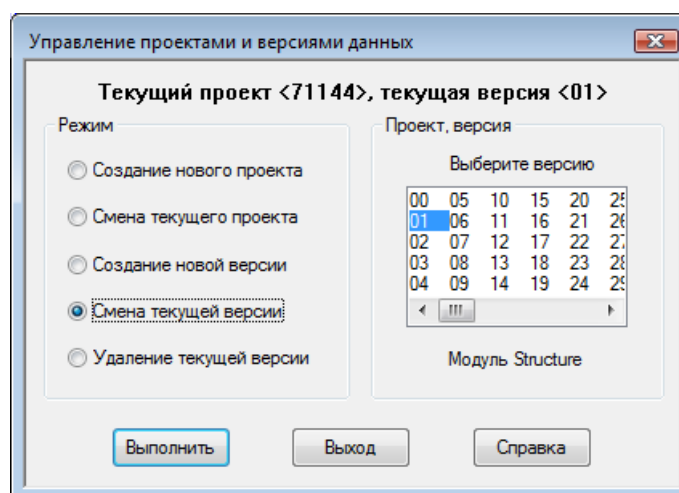

Рисунок 30. Смена текущей версии данных
- в списке версий области **Проект, версия** выбрать номер той версии данных, которая должна стать текущей (рисунок 30);